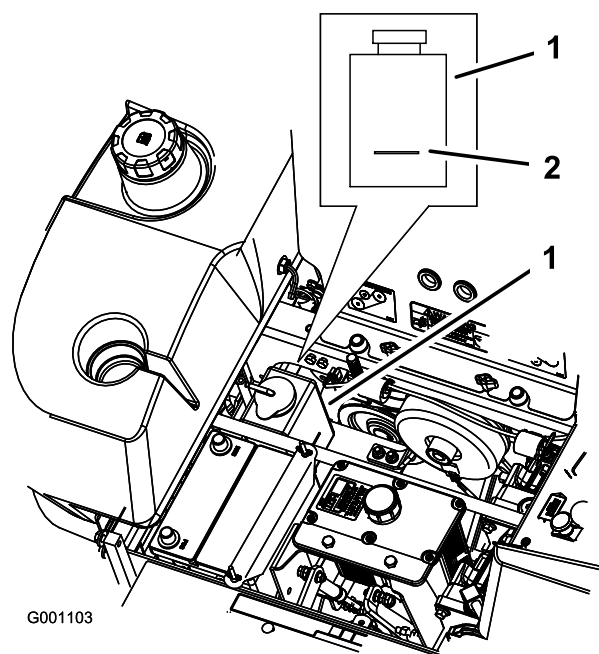

Figura 64
3. Con el motor frío, compruebe el nivel del depósito de expansión. El nivel de líquido debe llegar a la línea en relieve en el exterior del depósito de expansión (Figura 64).
4. Si el nivel de refrigerante es bajo, añada una mezcla al 50% de anticongelante de larga vida y agua al depósito de expansión (Figura 64).
5. Añada la mezcla al 50% de refrigerante al depósito de expansión y llénelo hasta la línea marcada en el depósito (Figura 64).